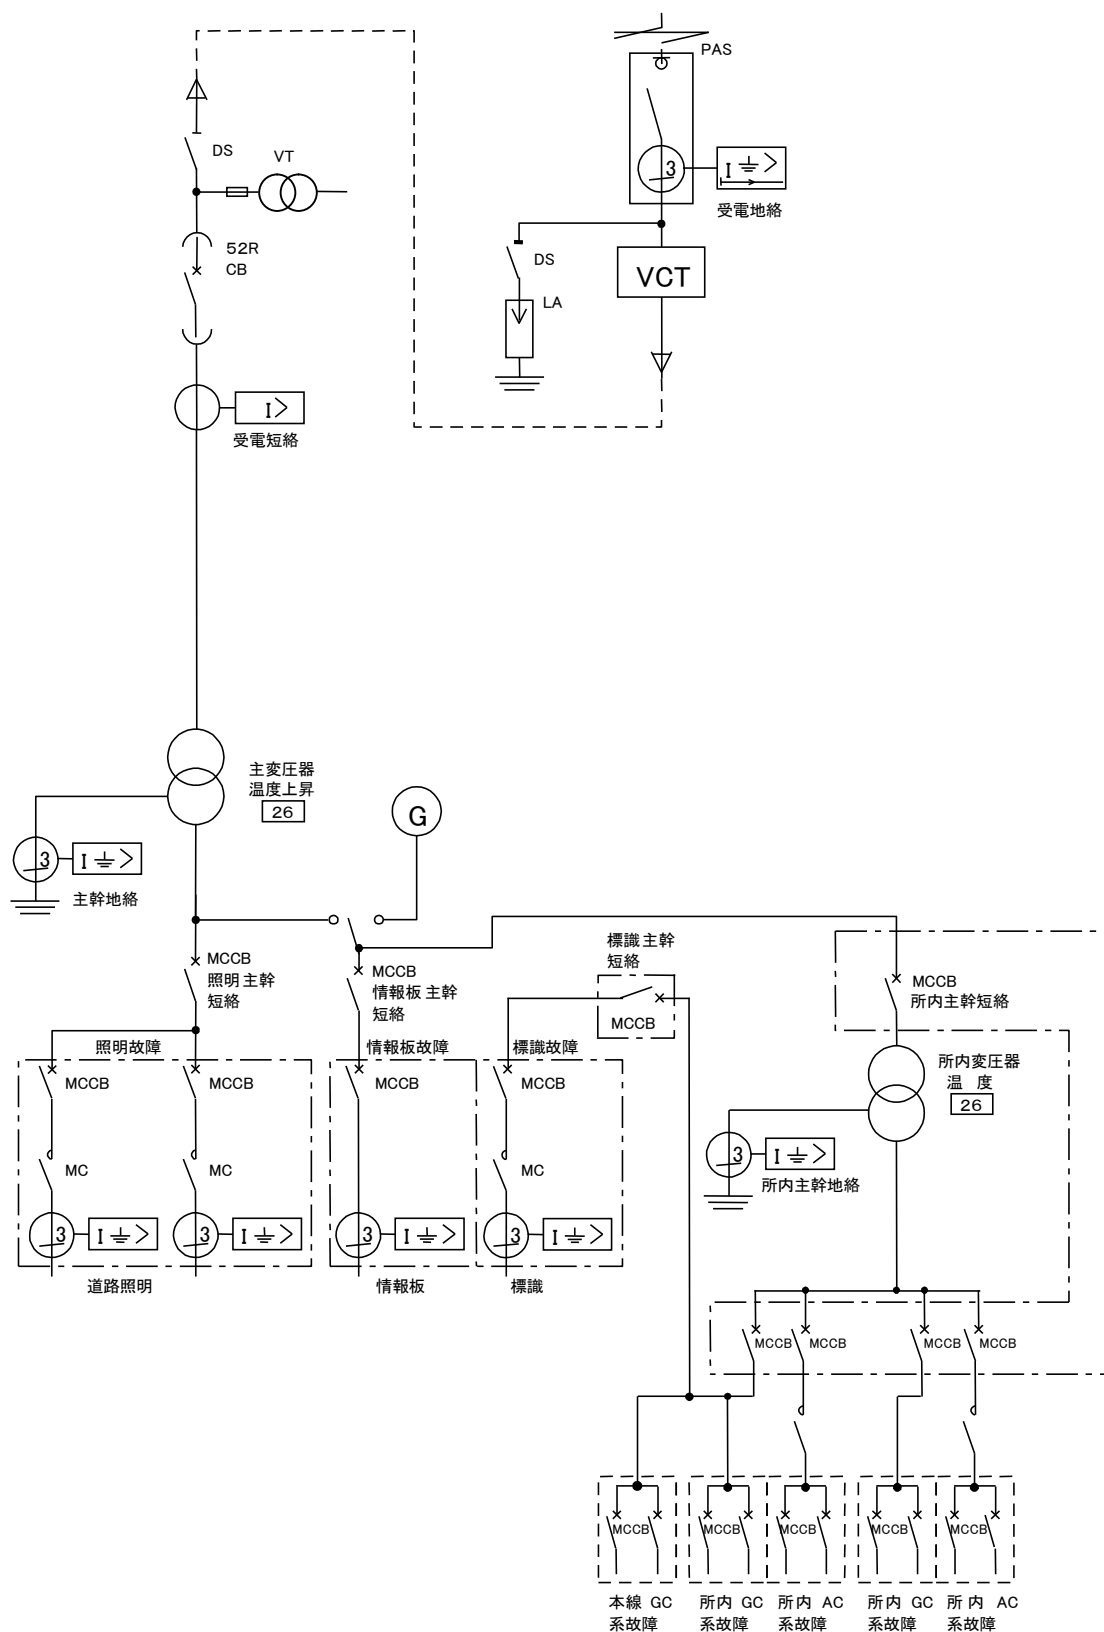

図 2-4-12 故障接点のまとめ方(インターチェンジ)
4) 電力系統の故障接点のまとめ方を図 2-4-12～図 2-4-14 に示す。